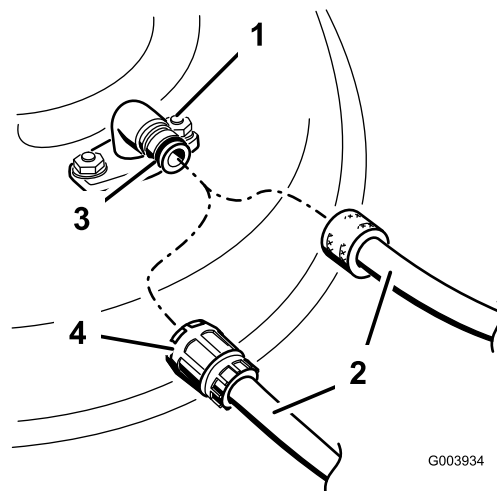

Figura 56
3. Montate il manicotto del tubo flessibile sul raccordo di lavaggio del tosaerba, quindi aprite il rubinetto per erogare un getto forte (Figura 56).